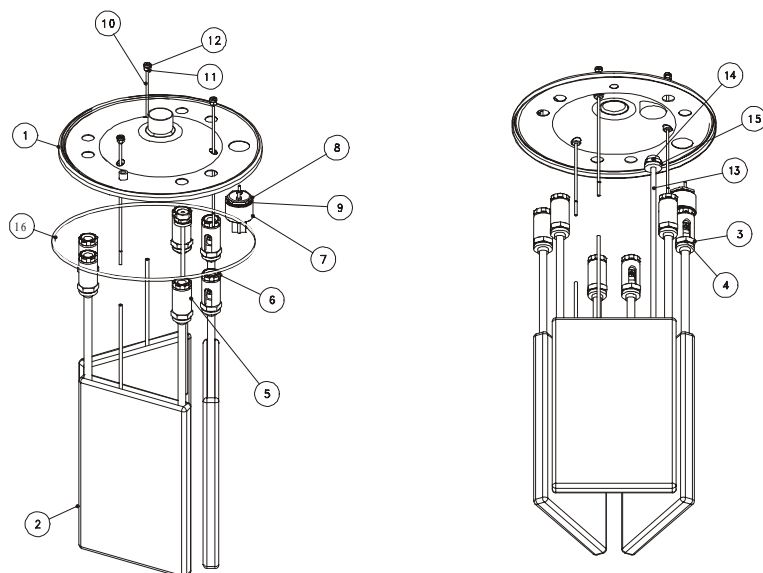

Fig. 14.1.6
- Dévisser le capteur PTC (fig. 14.1.4, part. N° 18 ou Fig. 14.1.5 part. N° 17 ou Fig. 14.1.6 part. N° 10) en intervenant avec une clef sur sa queue hexagonale pouvant être atteinte du côté inférieur du couvercle;